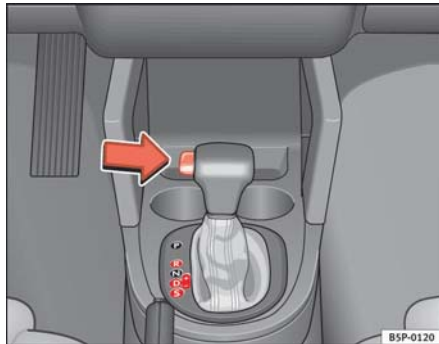

Fig. 127 Conducción
- Presione el pulsador del pomo (situado en la parte izquierda del mismo, ⇒ **fig. 127**).